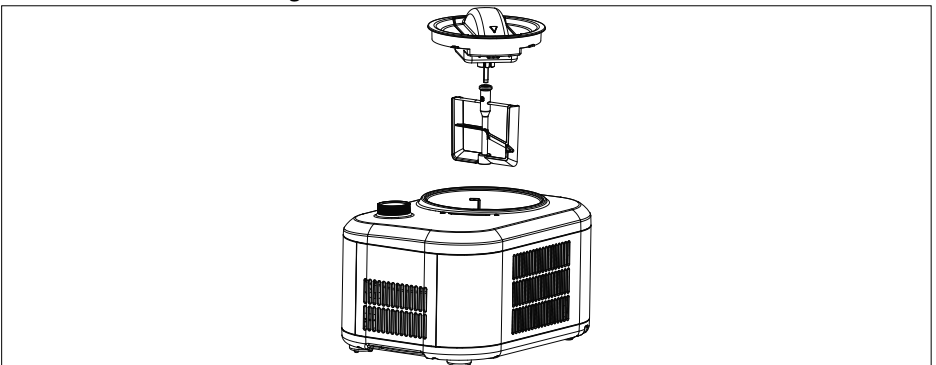

Fig. 7
- ▶ Placez les composants montés à l'étape précédente dans l'appareil ou la cuve de refroidissement (voir fig. 7).